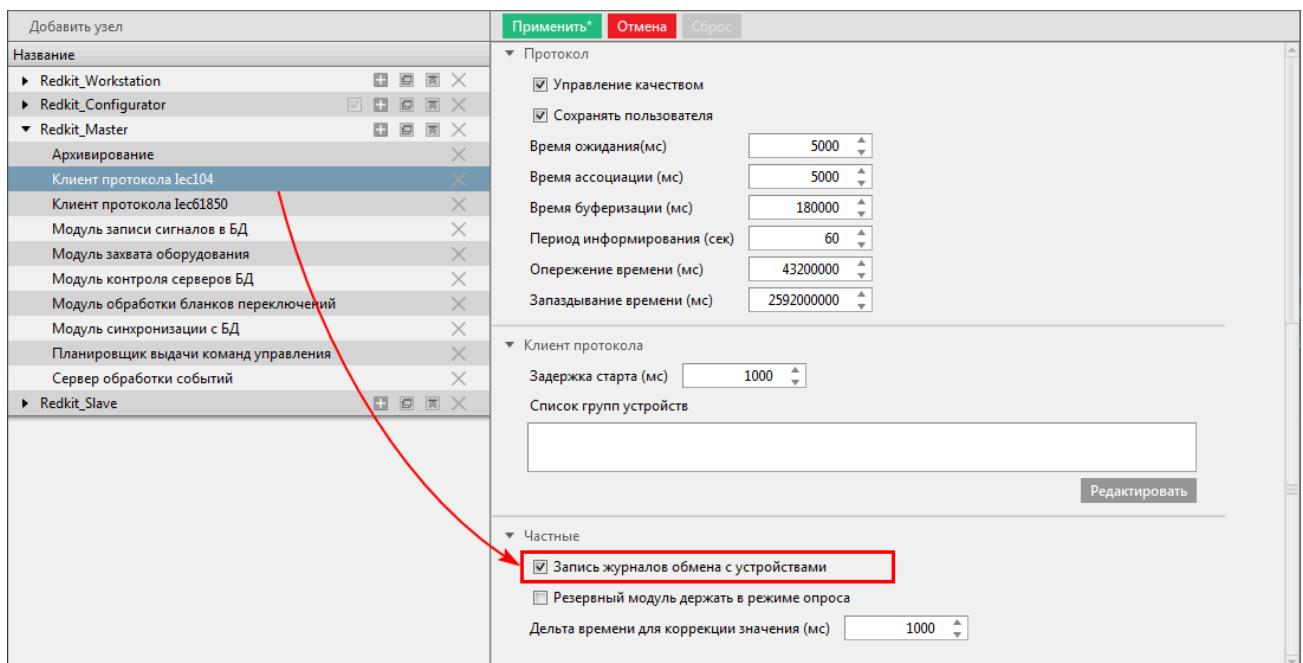

Рисунок 46 - Запись журналов обмена с устройствами
2. Отметьте чекбокс у настройки **Запись журналов обмена с устройствами** (Рисунок 46).